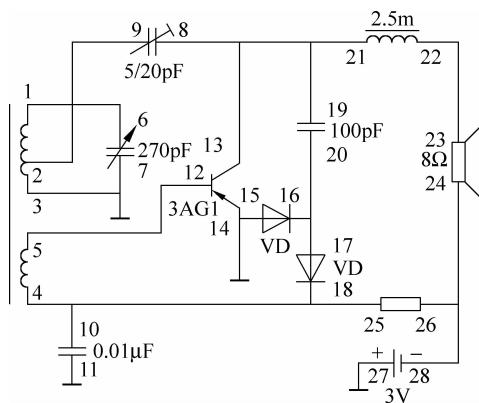
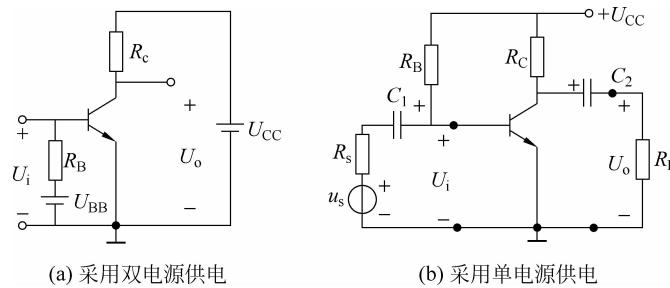

图 3-6 晶体管单管收音机电路图
图 3-7 共射放大电路的两种不同画法
初学电子电路的读者,由于对电路图不熟悉,对无线电元器件不熟悉,在读电路图时经常发生一些差错。下面结合图 3-6 所示的晶体管单管收音机的电路图,来讲述识图过程中需要注意的问题。
(1) 分清器件极性。为了将元器件正确安装在电路板上,应该学会根据电路图将元器件对号入座。例如,二极管的符号,如图 3-6 中,连接在 15 点与 16 点之间的 VD 为二极管。三角形一边的引线代表正极,竖线一边的引线代表负极,所以连接二极管时,应当按线路正确连接二极管正负极。例如,图 3-6 中 15 点或 17 点的位置,如果错把连接二极管的正极一边接到 16 点或 18 点,这样这个线路图就接错了。二极管如果连接错误,轻则原理错误,重则二极管烧毁或击穿。另外,像三极管的 E、B 和 C 三个电极,电解电容的正负极,输出、输入变压器的一次、二次引线等,也经常会发生接错的现象。因此,要学会正确区分管子的正、负极。
(2) 分清连接点。正确地读图,避免把不该连接的地方连在一起。如图 3-6 中 2 点和 9 点连,1 点和 6 点连,但 2 点和 9 点的连线与 1 点和 6 点之间是不应该连接的(即导线金属部分不能连接在一起)。正确的读图方法是图中在有交叉线的地方,如果在交叉的部分加上黑点,说明交叉的导线是连接在一点上的。
(3) 排好焊接顺序。在实物焊接时,由于实物及连接线混在一起,不像电路图那样清晰,容易造成混乱,因此,应该注意区别焊完和未焊接头,严格按照电路一步一步往下进行。用过一个元件的一根引线后,本来应该用这个元件的另外一根引线去接别的元件,但由于不仔
(1) 要理解“接地”符号的意思,记住接地符号和接地符号之间就等于导线接在一起,是一个真公共节点,并不是真正的“接地”。如图 3-6 中,三极管发射极 14 点是接地的,0.01 $\mu$ F 电容 11 点也是接地的,如把 0.01 $\mu$ F 的电容的另一端 11 点接到三极管的发射极上或者把发射极 14 点接到电容的 11 点都是一样的。
(2) 正确理解节点之间的连接关系,假设有 A、B、C 三点,规定 A 点需和 B 点接,但如果 BC 两点已有线连接在前,那么把 A 点和 C 点连接起来也就等于把 A 点和 B 点连接起来。这一点在看电路图时是很重要的。例如,图 3-6 中 24、26、28 三点是连在一起的,如果 24 点已和 28 点连好,那么 26 点接一个 24 点(或接一个 28 点)这样三个点就等于连在一起了。
(3) 为了避免电路漏接或错接,在按照电路图安装电路时,安装完一条线用红笔在电路图相应的这条线上描一下。如图 3-6 中,焊完 1 点和 6 点这条连线,就用红笔在电路图节点 1 和 6 之间的黑线上描一下,这样图就描完了,电路也就焊好了。这对初学者显得格外重要。
(4) 为了能更好地了解电路的各种功能,应该掌握电子电路中的基本单元电路,要熟悉它们的原理和特点。例如,对各种放大、滤波、振荡和检波等基本电路都熟悉,这样要读收音机、音响等电路图就比较容易了。
(5) 为了熟练地识图、读图,平时应多参考电路图,多看有关书刊上的电路图,了解电路图的规范和不同画法。如图 3-7 中(a)和(b)的画法不一样,但电路的原理是一样的,所以读者应当能很熟练地看出这个问题。总之,学会读电路图并不难,只要了解电路的基本构成原理、制图规范,就不难做到熟练读图、识图。